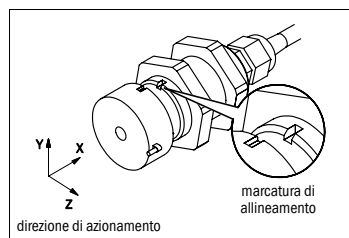

Fig. 6: allineamento della testa di lettura e dell'attuatore
- Osservate le posizioni di funzionamento possibili nella Fig. 6.